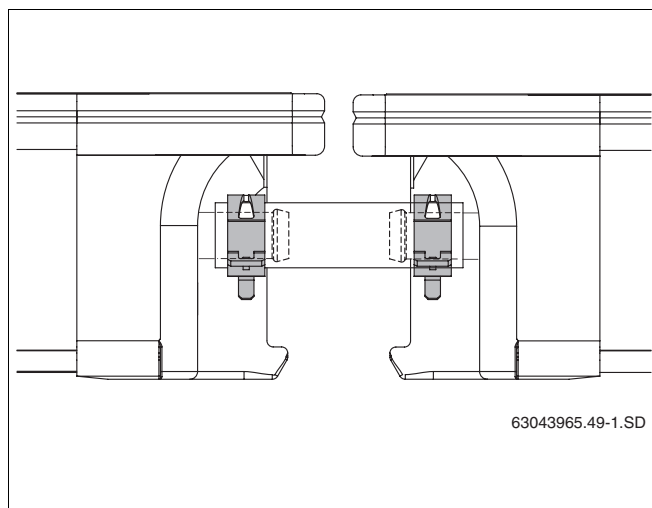

Fig. 28 Tubo di gomma per solare con fascette elastiche correttamente posizionate
- Fissare tutti i tubi di gomma per solare agli attacchi dei collettori con una fascetta elastica (fig. 28).